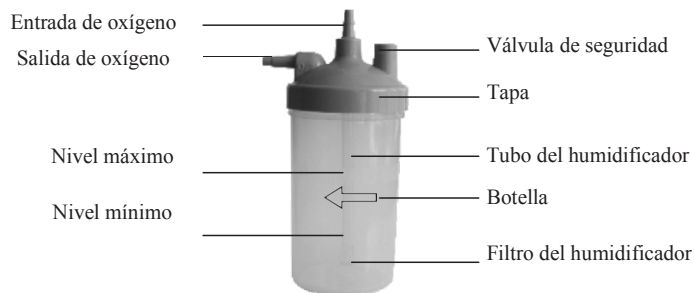

Figura 5: Componentes del humidificador
1. Desenrosque la botella del humidificador en el sentido de las agujas del reloj. Llene la botella con agua limpia (o agua destilada) hasta un nivel situado entre MÁXIMO y MÍNIMO. **NO** llene la botella del humidificador por encima del nivel MÁXIMO (Figura 5).